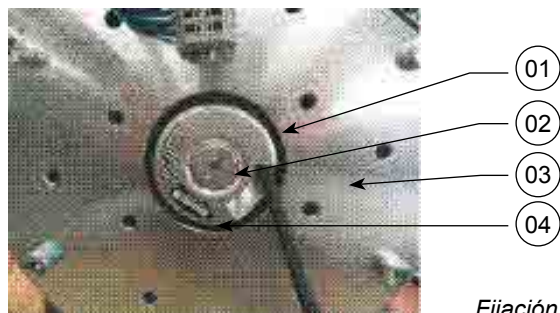

Fig. 7 :
- Identifique el encoder por medio de la referencia en la etiqueta (referencia 4 fig. 7).
- Compruebe que el nuevo encoder sea idéntico al del motor. (Ver 4 fig. 7)
**Importante: no desmontar el freno (referencia 3 fig. 7) , ya que esta centrado en fabrica con respecto al rotor, con la ayuda de una herramienta especial con una precisión de una décima de grado.**
- Destornillar (2 vueltas de llave SW2) el tornillo de fijación del acoplamiento del encoder (referencia 1 fig. 7) en el alojamiento del encoder en el freno.
- Destornillar el tapón (referencia 2 fig. 7) del encoder (llave SW4 o destornillador).
- Apretar el pequeño tornillo M2.5 (ref. 1 fig. 7) (llave o destornillador dinamométrico SW2) con un par de 1.25 Nm 0/-0.2 Nm.
- Colocar el tapón (Ref. 2 fig. 7) del encoder (llave SW4 o destornillador).